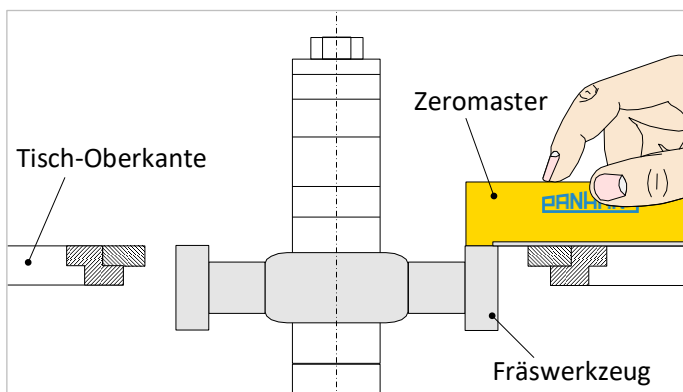

Abbildung 41: Werkzeughöhe mit Zeromaster eichen
2. Zeromaster auf die Tischplatte legen (siehe ⇒ Abbildung 41). Der hintere Teil muss auf dem Tisch aufliegen und der vordere Teil die Tischöffnung hineinragen.